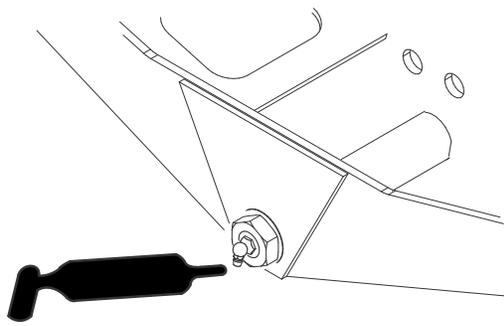

Figura 80
- Articulação do direção do eixo (1 cada) (Figura 80)